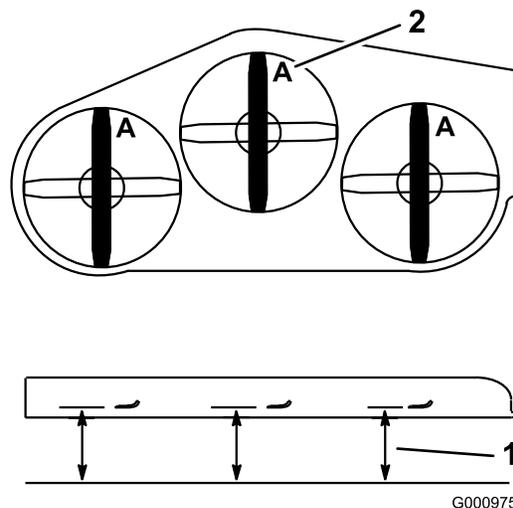

図 67
2. 平らな床面から刃先までの高さを測るブレードの A 位置まで測る 図 67。